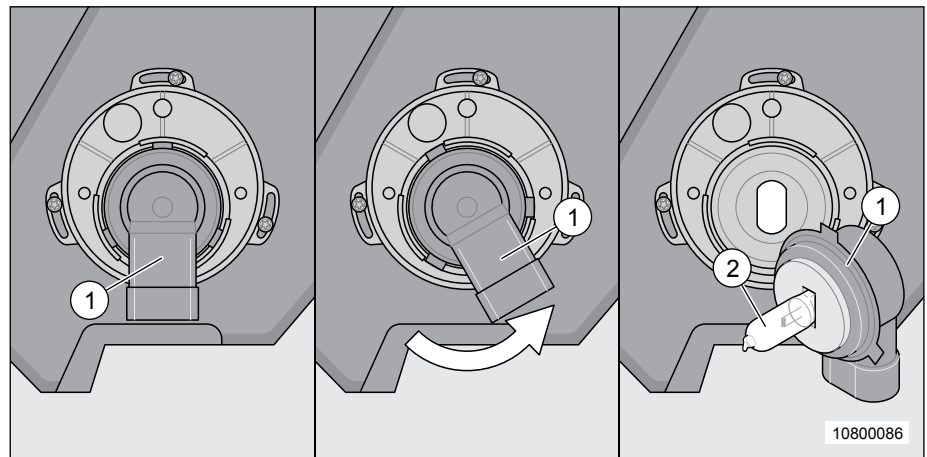

Fig. 135 Remplacement des lampes halogènes des feux de croisement
1. Tourner le culot (Fig. 135, Pos. 1) dans le sens inverse horaire jusqu'à la butée.
2. Retirer le culot (Fig. 135, Pos. 1) prudemment et de façon droite..
3. Retirer l'ampoule halogène (Fig. 135, Pos. 2) hors du culot et la remplacer.